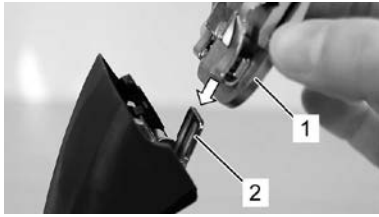

Fig. 15
6. Fixe a nova cabeça de tosquia na articulação e empurre a cabeça de tosquia em direção à máquina com uma leve pressão (Fig. 15, 16, 17).